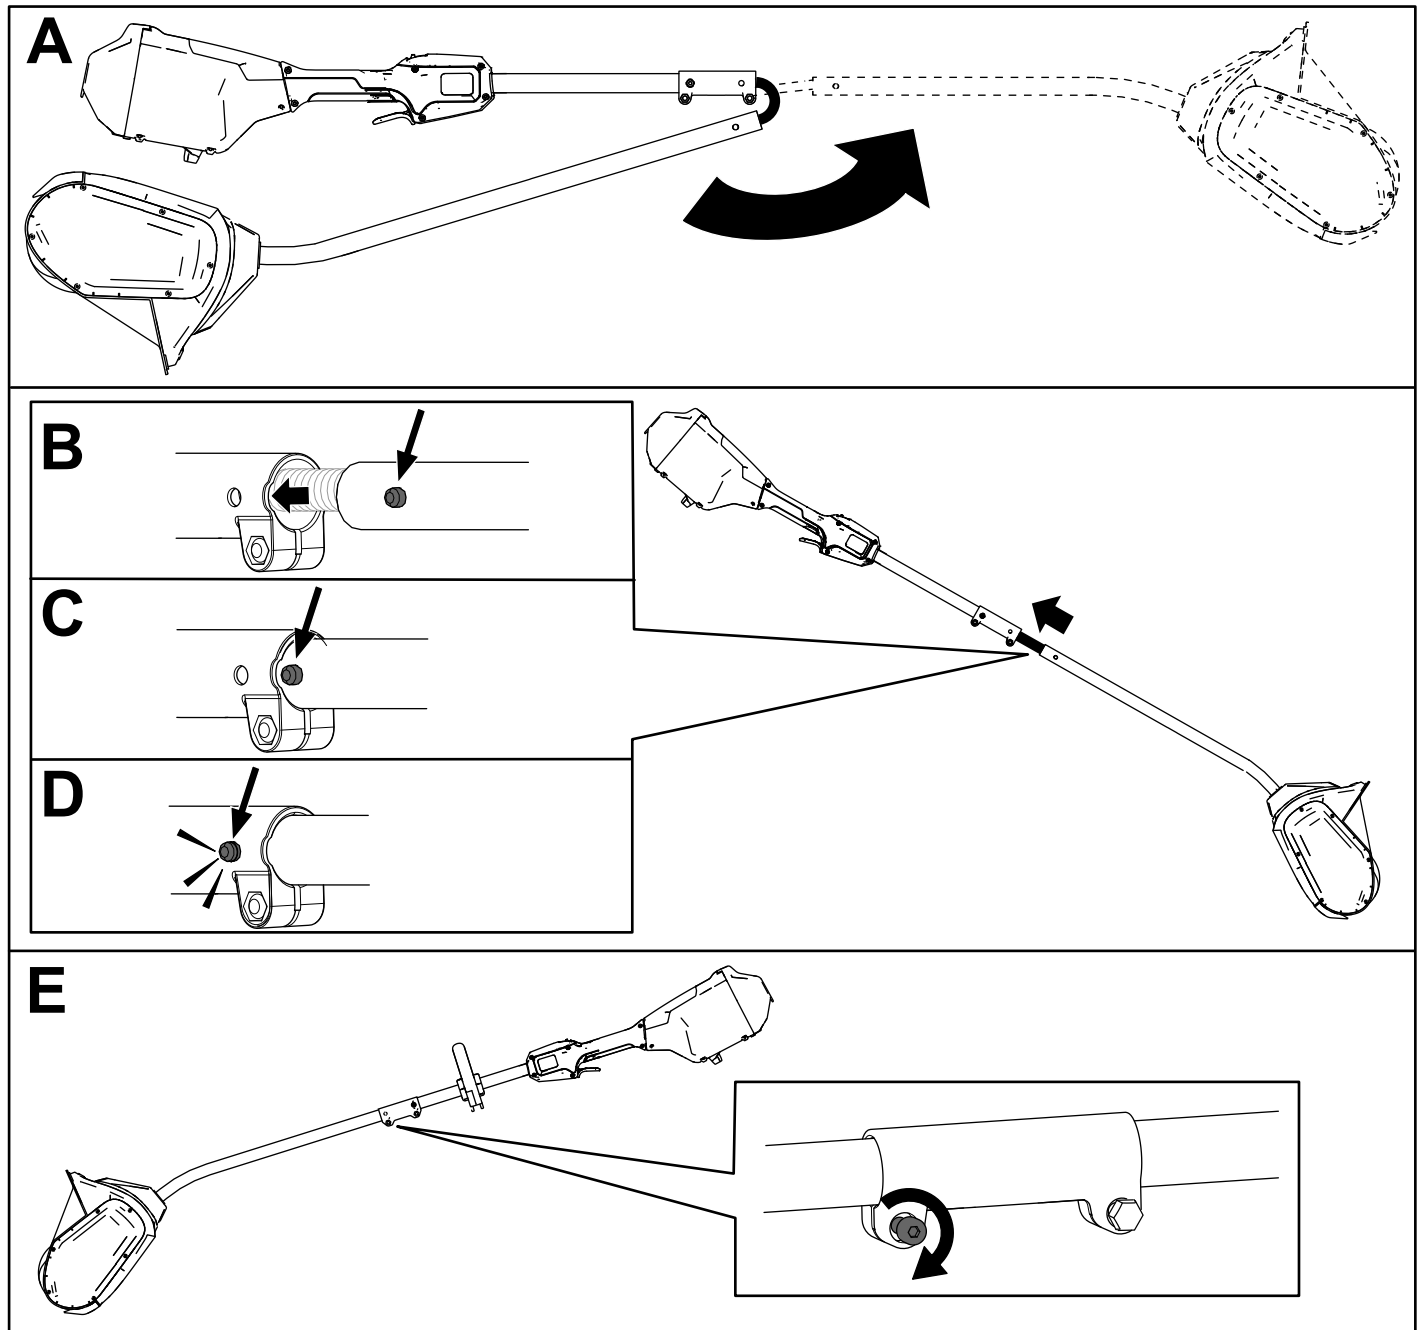

Figure 4
1. Dépliez le manche (encadré A de la Figure 4).
2. Alignez le bouton de verrouillage de la moitié inférieure du manche et le trou dans la moitié supérieure, et emboîtez-les 2 moitiés ensemble (B et C de la Figure 4).
Remarque: Le bouton de verrouillage s'enclenche dans le trou quand les deux moitiés du manche sont correctement emboîtées (D de la Figure 4).
3. À l'aide de la clé Allen fournie, serrez la vis sur le connecteur du manche jusqu'à ce qu'il soit bien fixé (E de la Figure 4).